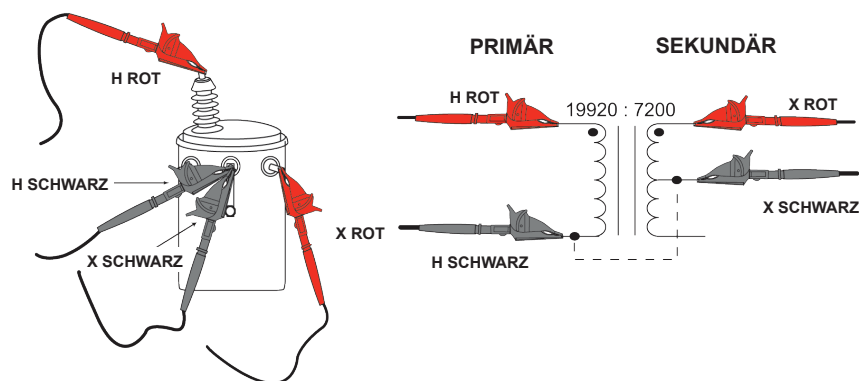

Abbildung 101
- Verbinden Sie die Primärkabel (H) und die Sekundärkabel (X) mit den entsprechenden Anschlüssen des DTR® 8511 und des zu prüfenden Transformators (siehe Abb. 101 und 102).